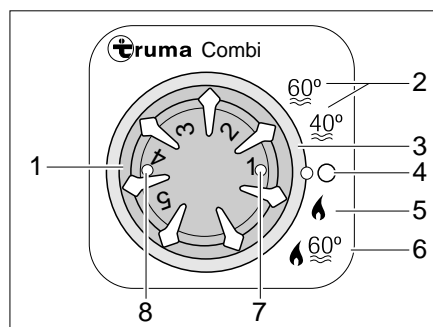

Bild 295 Bedieneinheit für Heizung/Boiler
- Betriebsart mit dem Drehschalter (Bild 295,3) einstellen.
Die Heizung wählt nach eingestellter Heizstufe selbstständig die benötigte Brennerstufe. Bei Betriebsart "Heizung und Boiler" (Bild 295,6) wird auch das Wasser im Boiler erhitzt. Die Heizung kann in der Betriebsart "Heizung ohne Boiler" (Bild 295,5) mit leerem Boiler betrieben werden.
- Temperaturdrehknopf (Bild 295,1) an der Bedieneinheit auf gewünschte Heizstufe stellen.
- Drehschalter (Bild 295,3) auf Winterbetrieb "Heizung ohne Boiler" (Bild 295,5) oder auf Winterbetrieb "Heizung und Boiler" (Bild 295,6) stellen.
Grüne Kontroll-Leuchte (Bild 295,7) leuchtet.
- Drehschalter (Bild 295,3) auf "O" (Bild 295,4) stellen.